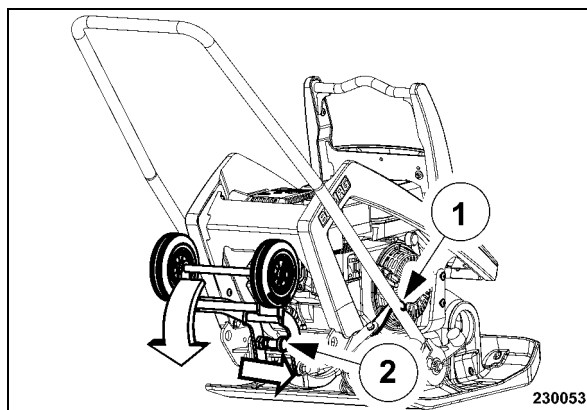

рис. 37
- Зафиксировать направляющий бугель крюком (1) (рис. 37).
- Деблокировать предохранительный болт (2) и откинуть вниз транспортировочные колеса.